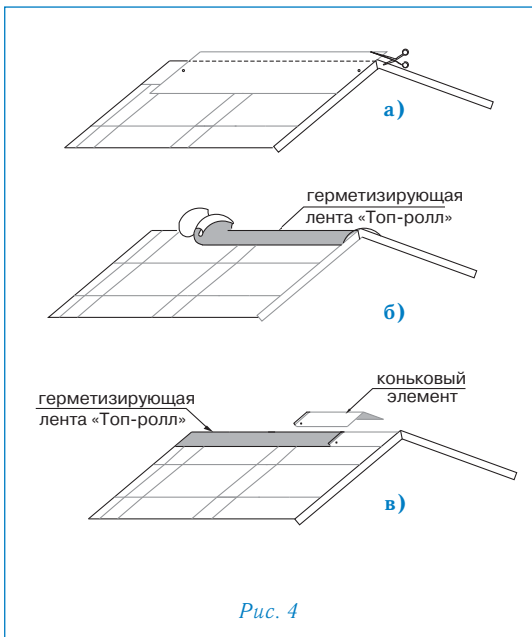

Рис. 4
### Конек (рис. 4)
- Верхний ряд черепицы ПРЕСТИЖ ВИЗАНТИЯ ЦИНК-ТИТАН доводится до линии конька (ребра), выступающие части листов обрезаются (рис. 4а);
- линии коньков и ребер герметизируются специальной самоклеящейся лентой «Топ-ролл» (рис. 4б);
- далее устанавливаются внахлест специальные коньковые элементы (направление укладки по преимущественному направлению ветра). Каждый коньковый элемент плотно прижимается к основанию кровли и фиксируется двумя гвоздями из нержавеющей стали длиной 35 мм, которые перекрываются следующим коньковым элементом (рис. 4в).
## Конек (рис. 4)
- Верхний ряд черепицы ПРЕСТИЖ ЗОДЧИЙ ЦИНК-ТИТАН доводится до линии конька (ребра), выступающие части листов обрезаются (рис. 4а);